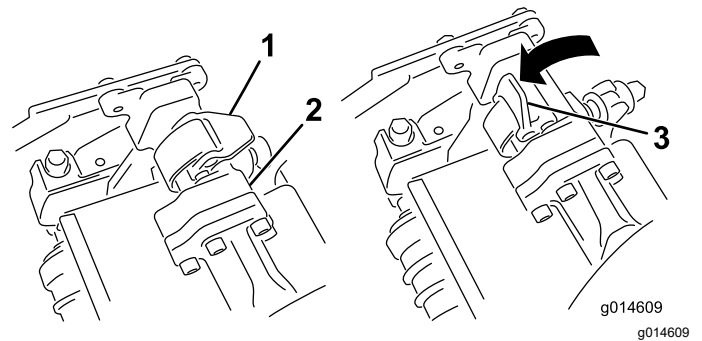
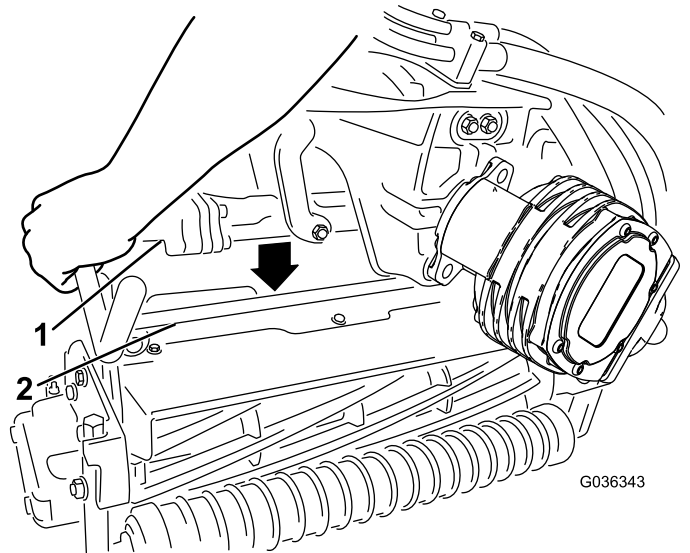

Figure 62
Figure 63
4. Ouvrez les verrous sur la barre du bras de suspension (Figure 62) et poussez le bras vers le bas pour que la barre recouvre les deux bras d'inclinaison sur l'unité de coupe, en vous assurant que les verrous passent sous la barre transversale de l'unité de coupe (Figure 63).
5. Fermez les verrous autour de la barre de l'unité de coupe et bloquez-les en place (Figure 62).
6. Ouvrez les verrous sur la barre du bras de suspension appartenant à l'unité de coupe que vous voulez déposer (Figure 62).